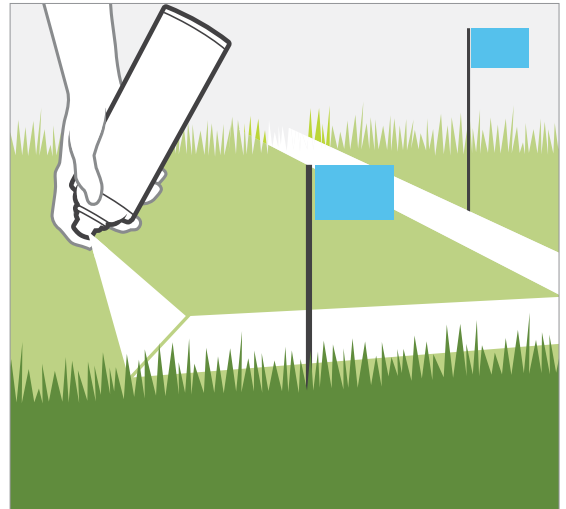

Abbildung 1
1. Zeichnen Sie mithilfe von Sprühfarbe und kleinen Flaggen die Rohrleitungen vom POC zu den Ventilverteilern auf. Markieren Sie das Layout der Beregnungsanlage. *Abbildung 1*